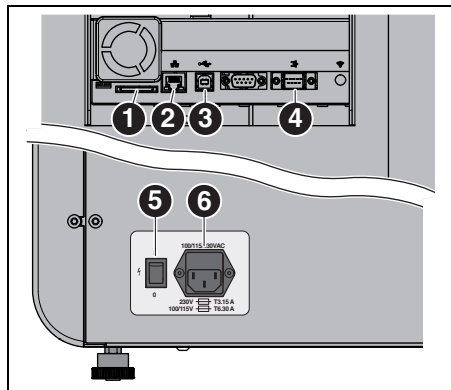
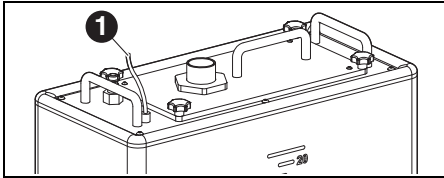

Fig. 7 Interfaces sur la face arrière de la fraiseuse
Fig. 8 Raccordements unité d'alimentation
- ▷ Connecter l'interface de commande de l'unité d'alimentation à l'arrière de la fraiseuse ([4] sur la figure 7) ainsi qu'à l'unité d'alimentation ([1] sur la figure 8) au câble de commande.
- ▷ Connecter l'interface USB ([3] dans la figure 7) de la fraiseuse et une douille USB libre du PC au câble USB.
- ▷ Relier l'interface Ethernet ([2] sur la figure 7) de la fraiseuse au PC ou au réseau via un câble réseau.